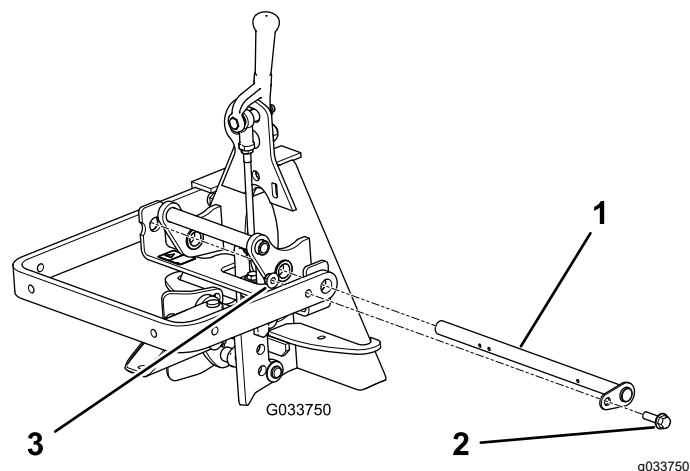

Figure 5
2. Insérez la barre de pivotement dans les trous (Figure 5).
3. Alignez le trou dans la plaque de retenue et le trou dans le bras de levage, puis insérez le boulon à embase et l'écrou à embase (Figure 5).